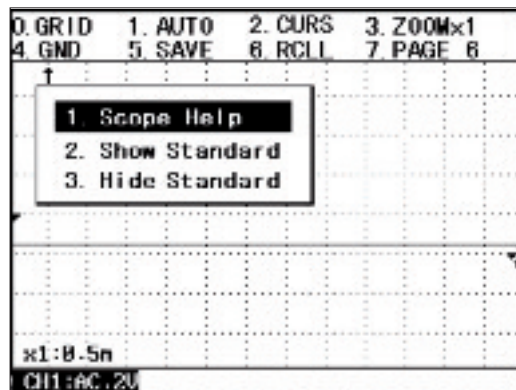

Abb. 3-23 Menü Tastenerklärung
- Wählen Sie [1. Scope Help], um Tastenerklärungen zu den in diesem Kapitel beschriebenen Funktionen zu erhalten. Das Untermenü wird wie in Abb. 3-23 angezeigt.